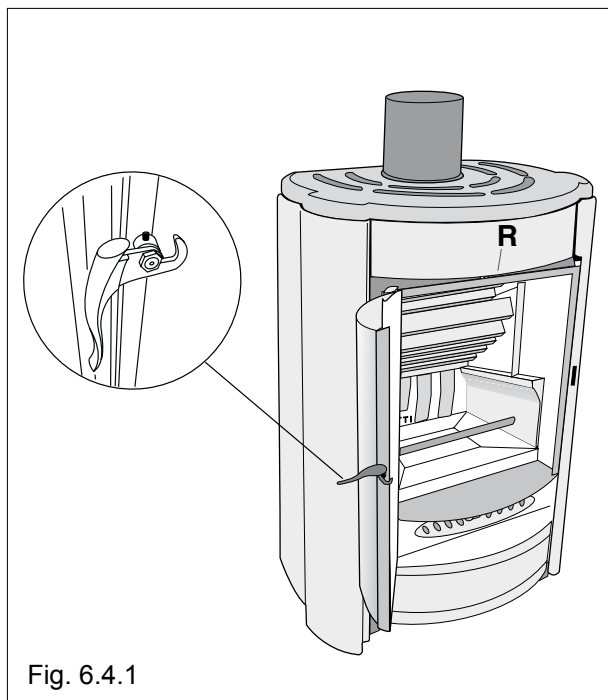

Fig. 6.4.1
6.4 COME USARE LA PORTINA (Fig. 6.4.1)
6.4 HOW TO USE THE DOOR (FIG. 6.4.1)
6.4 HANDHABUNG DER TÜR (ABB.6.4.1)